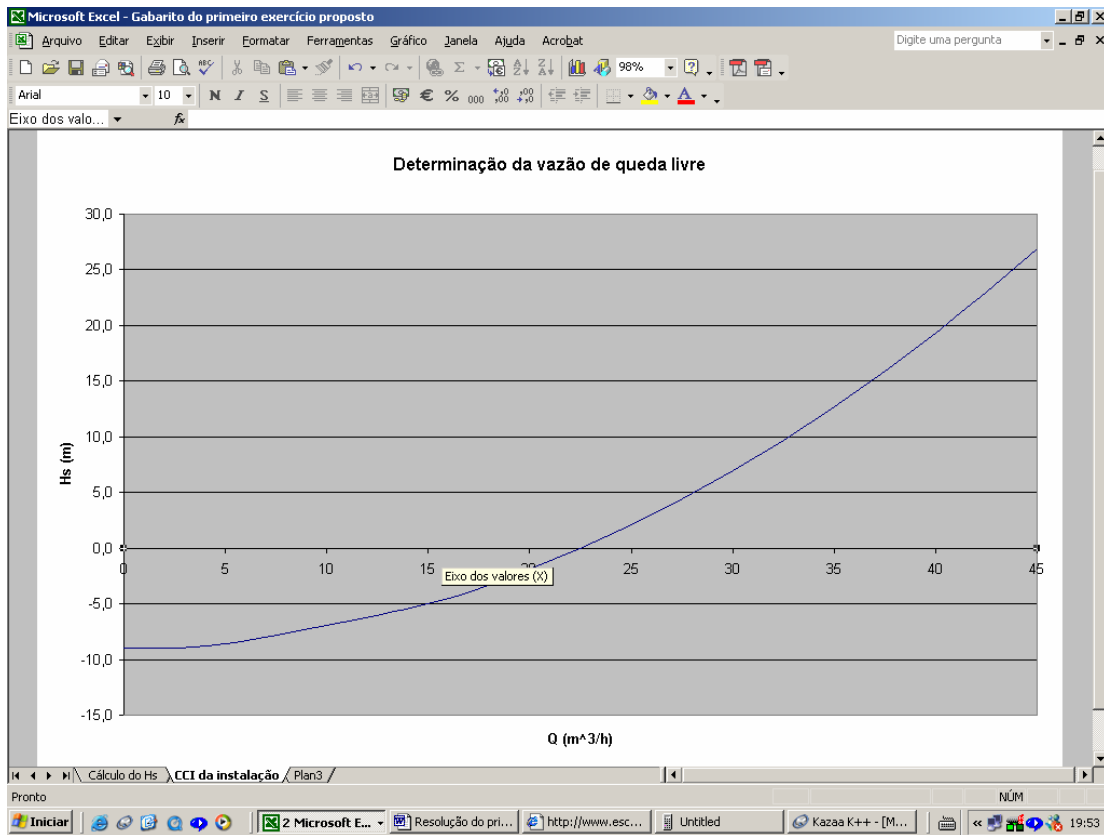

Figura 7
III.1. Leva-se a seta do mouse até a linha do X, surge “Eixo dos valores (X)” (Figura 7)